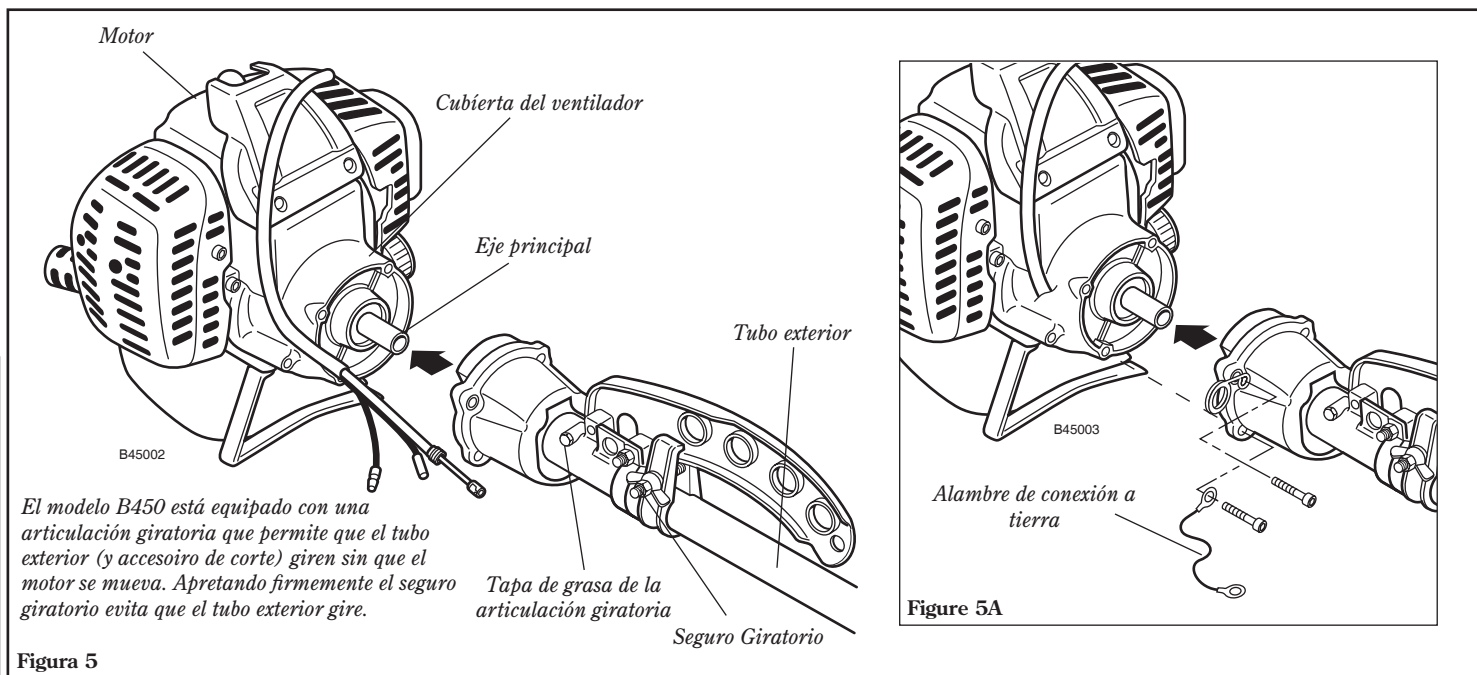

Figura 5
3. Inserte el ensamblaje de la tapa del tubo exterior en la tapa del ventilador. Asegúrese que la varilla del eje principal esté totalmente dentro del tambor de embrague. Ver figura 5.